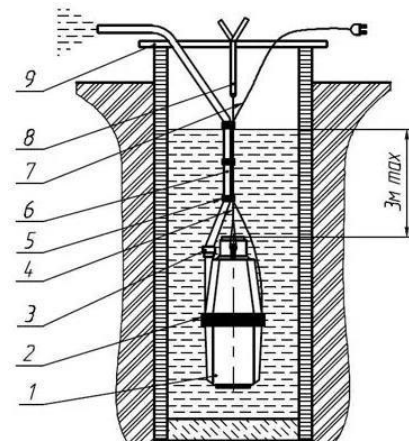

Рис. 2
**ВНИМАНИЕ!** в случае соприкосновения электронасоса со стенками колодца (скважины), вибрация разрушит корпус насоса, что приведет к выходу его из строя. Обязательно используйте амортизирующий материал (защитное кольцо) (2) (Рис. 2) в точках соприкосновения для защиты корпуса электронасоса.